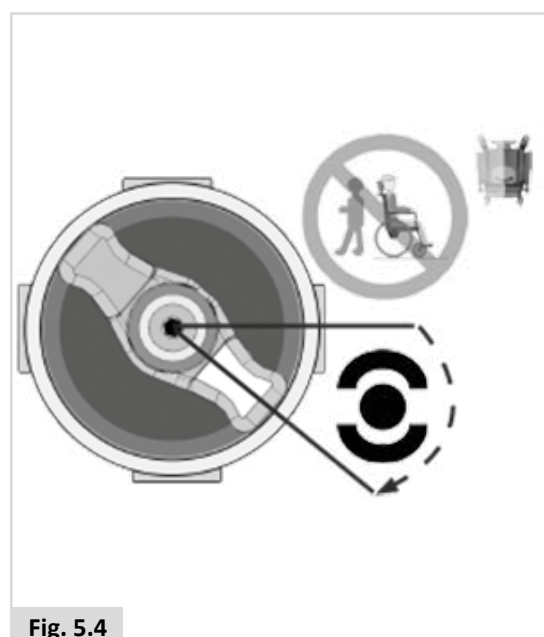
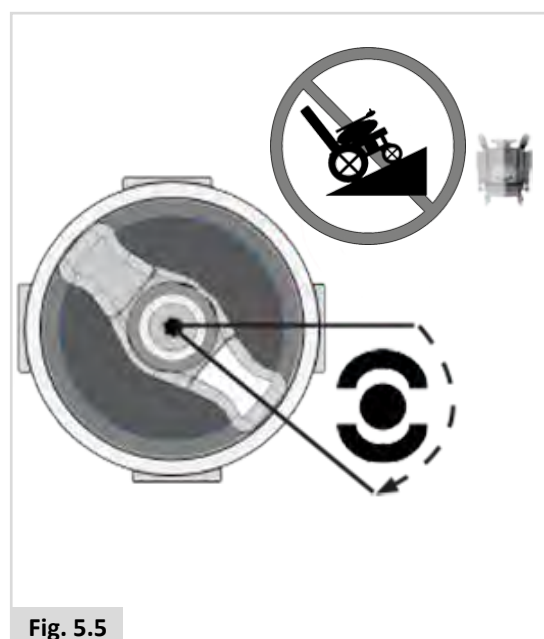

Fig. 5.4
Fig. 5.5
2. Sådan deaktiveres motorerne. (Fig. 5.4 - Fig. 5.5).